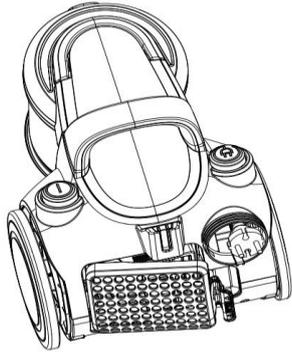

Fig.10
1) Como mostra na Fig.10, pressione o botão da rede